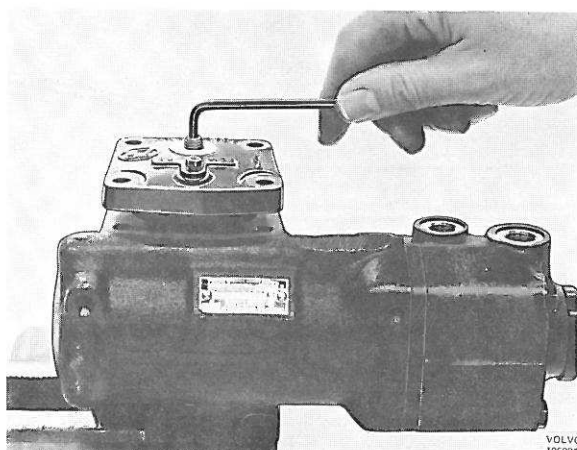
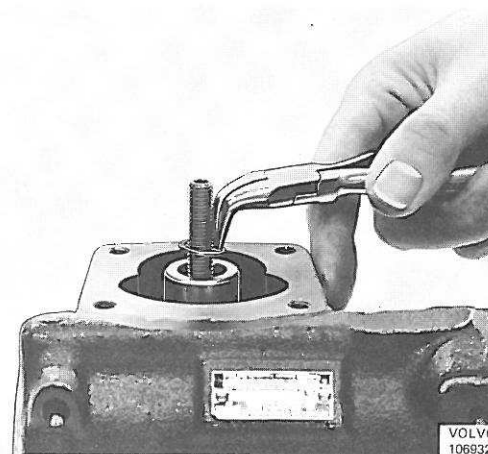

Figure 95. Démontage du couvercle
Figure 96. Enlèvement du jonc de verrouillage
1. Bien fixer le boîtier de direction dans un étau, figure 95.
2. Enlever le contre-écrou (17) et les vis de fixation (19) du couvercle. Visser la vis de réglage (11) à travers le couvercle (16) et enlever ce dernier. Sortir les aiguilles détachées du roulement (14) du couvercle.
3. Enlever le jonc de verrouillage (13) et la vis de réglage (11), figure 96. Placer l'axe porte-secteur (10) en position centrale et le soulever (figure 122). Avec un aimant, enlever les aiguilles détachées des roulements (3 et 7).